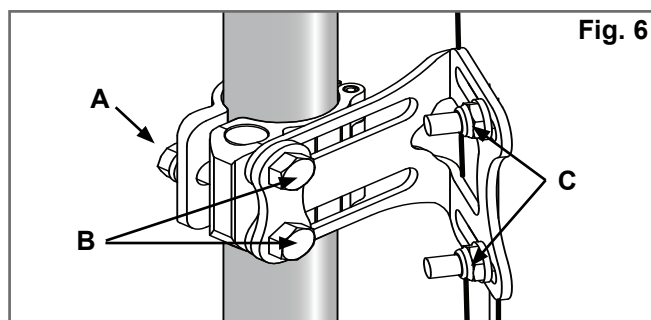

Fig. 6
(Fig. 6, 7).
1. Nehmen Sie die zwei (2) Schrauben (B) ab, mit denen die Halterung an der Klemmvorrichtung am Rückenrohr befestigt ist (Fig. 6).